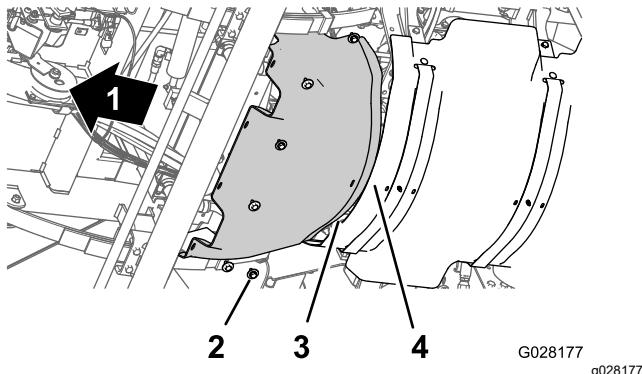

Bild 63
1. Fliegen Sie den hinteren Flansch des vorderen Wärmeschutzblechs über dem vorderen Flansch des hinteren Wärmeschutzblechs aus (Bild 63).
2. Fliegen Sie die Löcher im vorderen Wärmeschutzblech mit den Gewindelöchern im Chassis aus (Bild 63).
3. Befestigen Sie das vordere Wärmeschutzblech mit den sechs Sechskantschrauben und sechs Scheiben (Bild 63), die Sie in Schritt 3 von Entfernen des vorderen Wärmeschutzblechs (Seite 54) entfernt haben, an der Maschine.